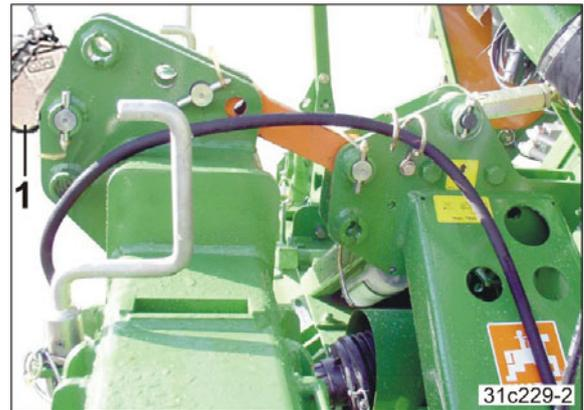

Fig. 21
8. Collegare il braccio di attacco superiore del trattore (Fig. 21/1).